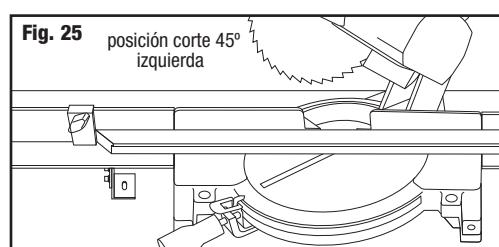

Fig. 25
6. Ponga la sierra en posición corte 45° izquierda. (Fig. 25)